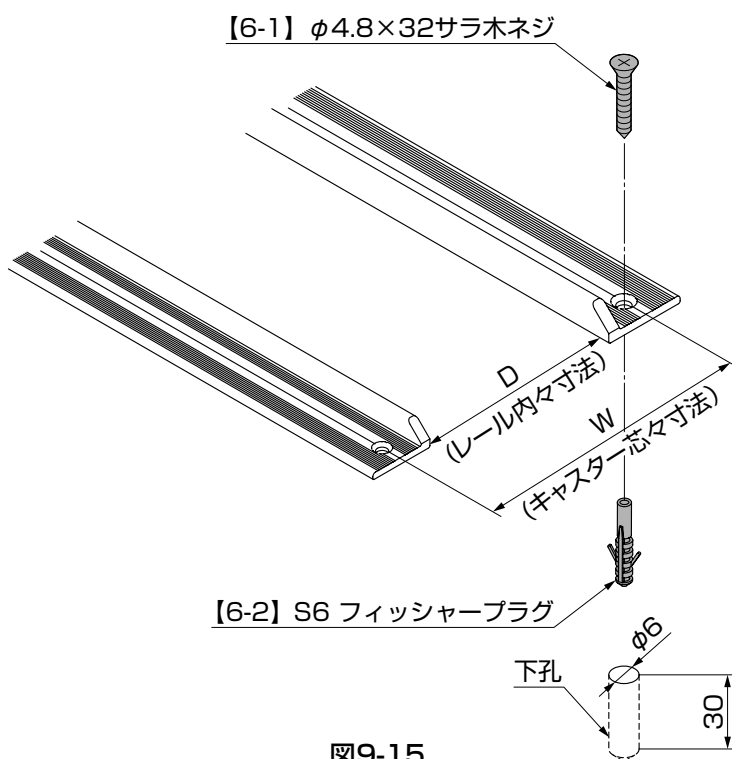

図9-15
①図9-15を参照して、サイドレールの孔に合わせて地盤に下孔φ6深さ30以上の孔をあけてください。(図9-15参照)
②【6-2】を圧入し、【6-1】でネジ止めしてください。(図9-15参照)